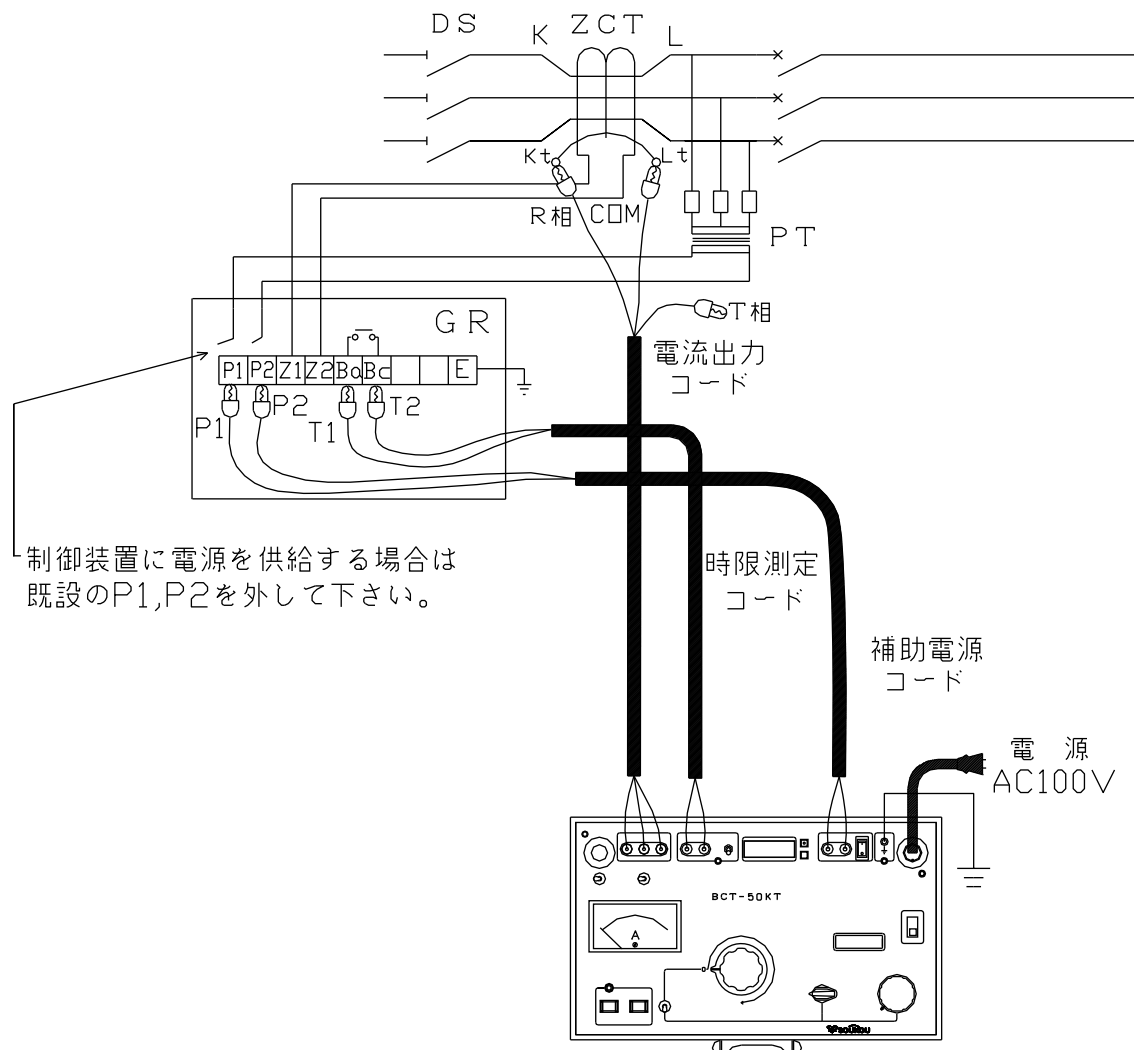

図14：試験回路図一電気室の単体試験(停電状態)
6. 以上のような点に注意し，試験回路を構成します。(図14,15)